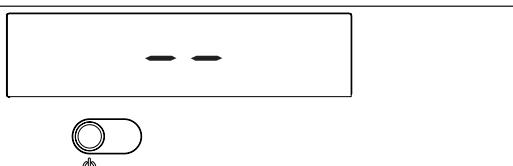
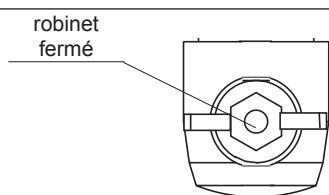

Fig. 17
Fig. 25
- ⚠ La chaudière se rallume dans l'état dans lequel se trouvait avant d'être éteinte: si la chaudière se trouvait en mode hiver comfort lorsqu'elle a été éteinte, elle se rallume en mode hiver comfort; si elle se trouvait dans l'état OFF, l'afficheur montre deux segments en son centre (fig. 17). Appuyez sur la touche pour activer le fonctionnement.
En cas de courtes absences, appuyez sur la touche pour éteindre la chaudière. Dans la zone centrale de l'afficheur apparaissent deux segments (fig. 17). De la sorte l'alimentation électrique et l'alimentation en combustible sont actives mais la chaudière est protégée par les systèmes:
En cas d'absence prolongée, appuyez sur la touche pour éteindre la chaudière (fig. 17). Dans la zone centrale de l'afficheur apparaissent deux segments. Placez l'interrupteur général de l'installation sur "éteint". Fermez le robinet de gaz placé sous la chaudière en faisant pivoter la poignée en sens horaire (fig. 25).